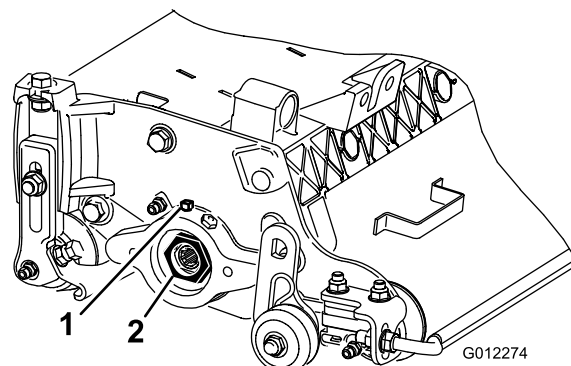

図 10
A. カuttingユニットの左側にあるベアリングハウジングにベアリング調整ナットを固定している固定ネジをゆるめる 図 10。